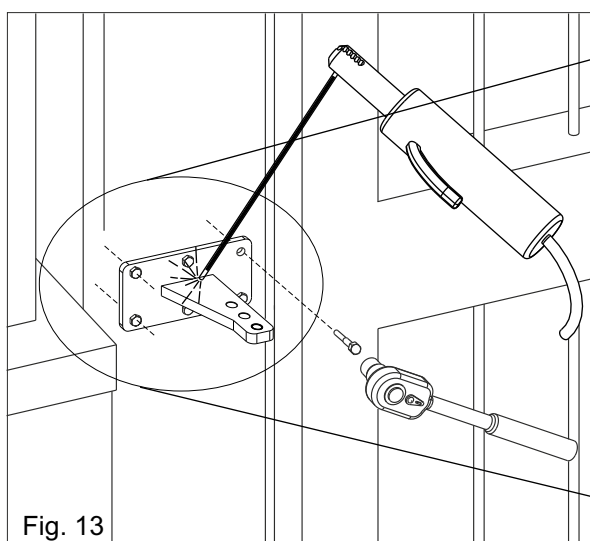
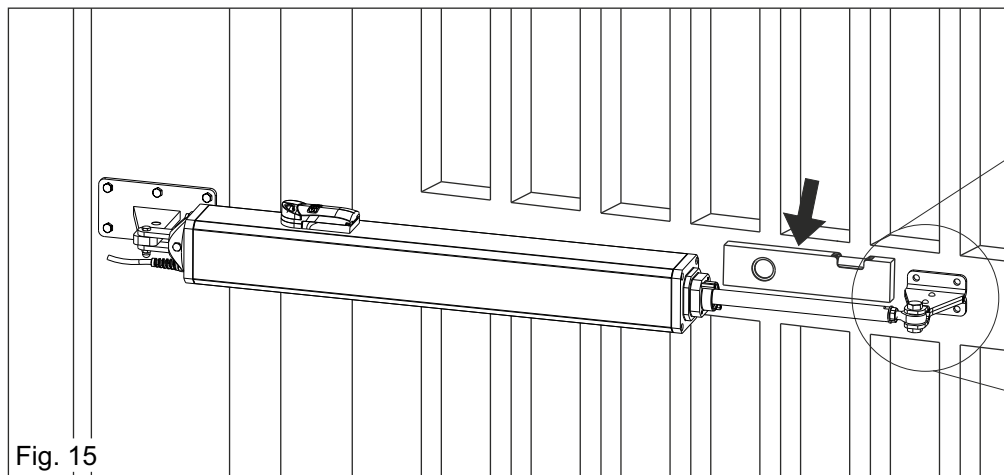

Fig. 13
Fig. 15
El soporte debe cortarse respetando la cota “a” de la pagina 45 y después soldado como en la Fig. 13; El soporte debe ser posicionado de modo que el operador resulte perfectamente horizontal (Fig. 13 y Fig. 15)
- 4) Posicionar el operador de manera que quede perfectamente horizontal y por consiguiente marcar la posición del soporte delantero (Fig. 15)